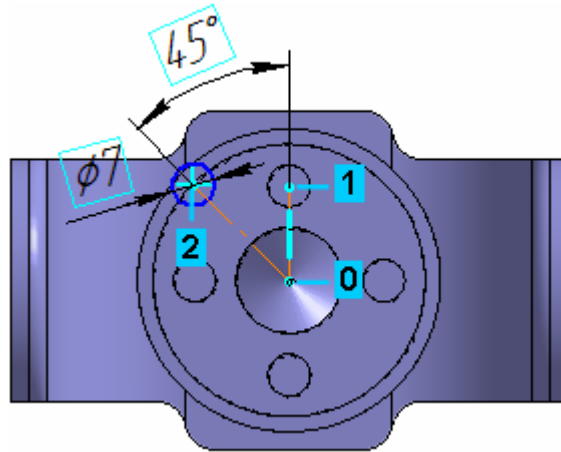

Рисунок 78.
- Измените стиль отрезков с **Основная** на **Осевая** (рис. 78).